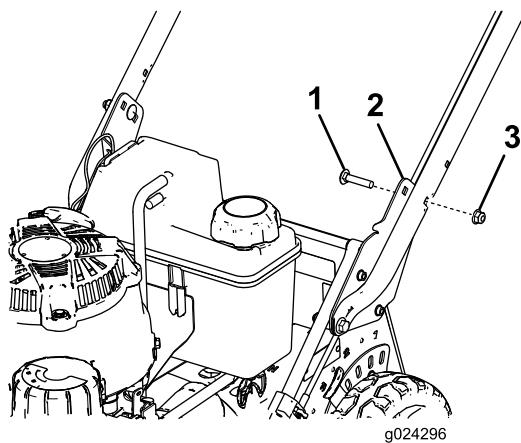

Figure 5
- Fixez le guidon sur ses supports à la hauteur qui convient au moyen de 2 boulons de carrosserie (5/16 x 1-1/2 po) et 2 écrous à embase (5/16 po), comme montré à la Figure 5.